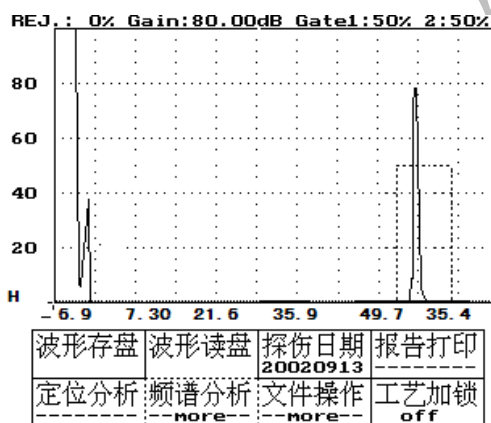

图 23-2
- 4、按方向键——将虚框移到频谱分析功能，如图 23-2 所示。